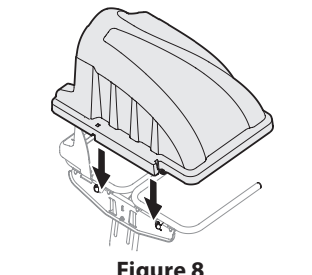

Figure 8
4. Installez le couvercle du bac récupérateur sur le support du sac à herbe comme indiqué dans la Figure 8. Placez le couvercle en plastique sur les deux encoches de montage.